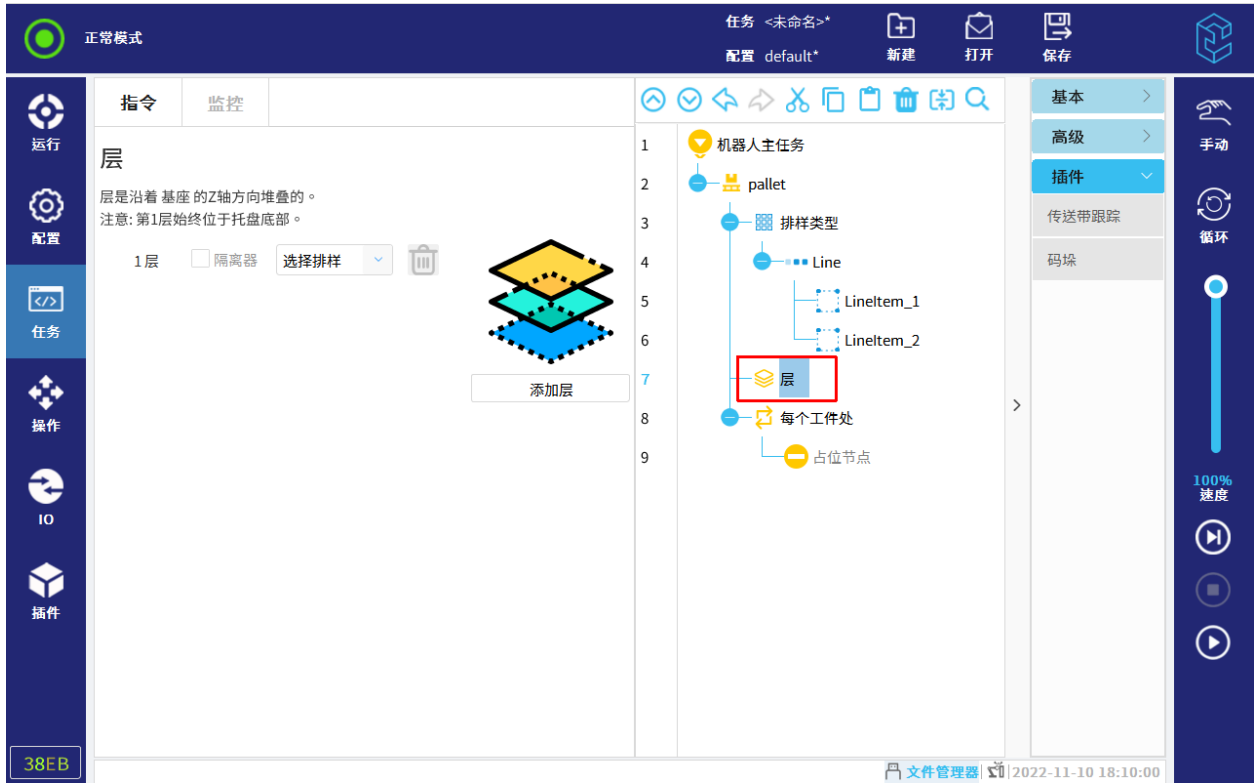

图 12-31 设置层
4. 点击任务树中的“层”节点，点击“添加层”，设置码的层数及每一层的排样类型，以及是否包含隔离层，如图 12-31 所示。